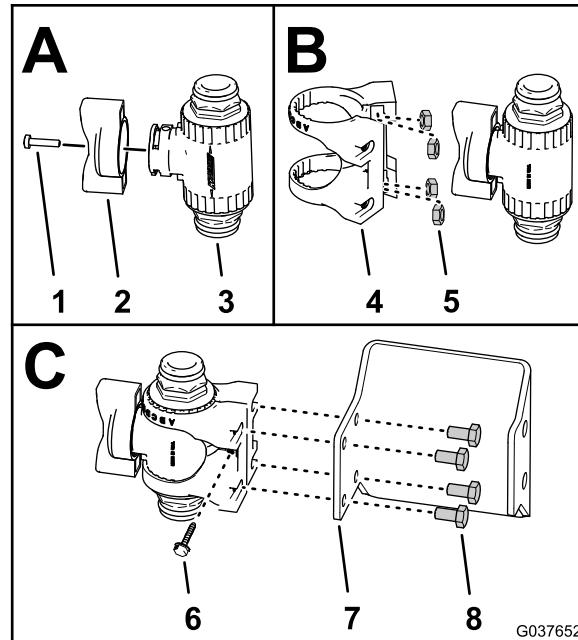

Figura 52
1. Montate la stegola sulla valvola di accelerazione dell'agitatore (Figura 52) con la vite (6-32 x 5/8 poll.).
2. Se non montati, inserite i 4 dadi in acciaio inox nelle scanalature nel supporto delle valvole di accelerazione in nylon per la valvola di accelerazione dell'agitatore (Figura 52).
3. Montate la valvola di accelerazione dell'agitatore nel supporto delle valvole di accelerazione, come illustrato nella Figura 52.
4. Fissate il supporto delle valvole di accelerazione alla valvola di accelerazione dell'agitatore con la vite (6-32 x 5/8 poll.) come illustrato nella Figura 52.
5. Montate la valvola di accelerazione e il supporto sulla staffa della valvola dell'agitatore (Figura 52) con i 4 bulloni (6 x 12 mm).